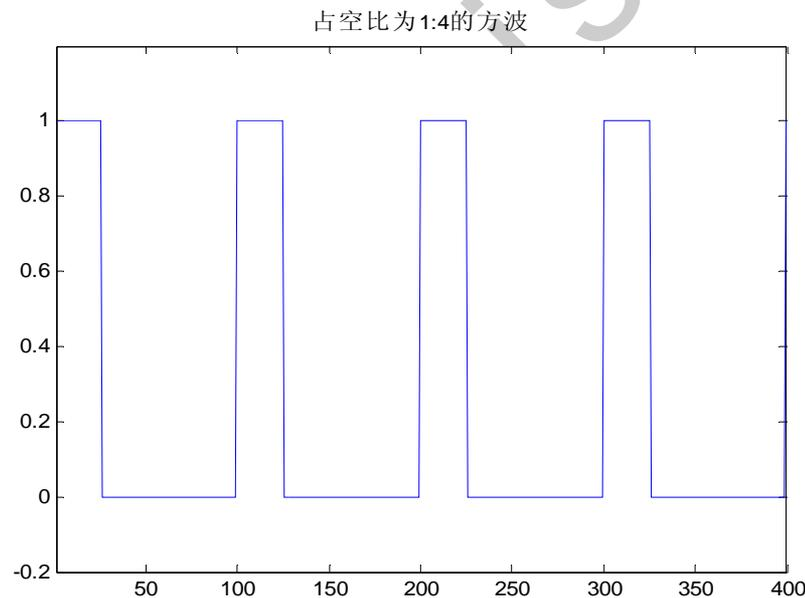

图2 1:4的占空比时钟示意图
- 时钟占空比（Duty Cycle）的含义如下：在一串理想的脉冲序列中（如方波），正脉冲的持续时间与脉冲总周期的比值。在图2所示的时钟信号波形中，其中脉冲宽度1us，信号周期4us，则其占空比为0.25。